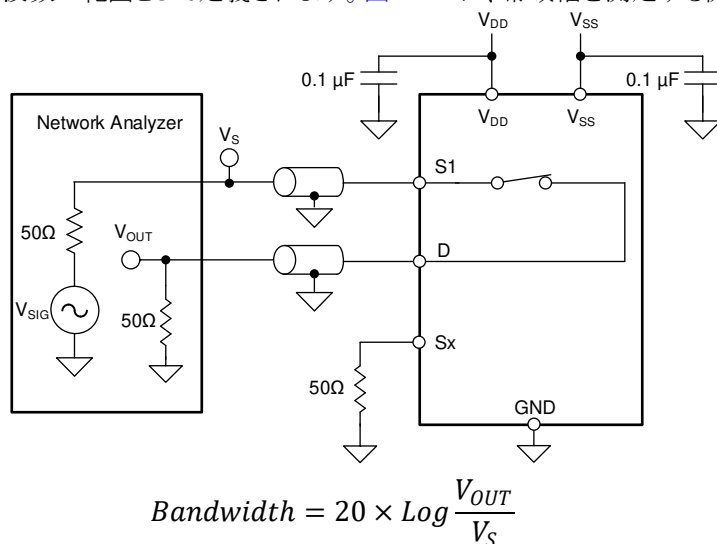

図 7-12. 帯域幅測定時の設定
帯域幅は、入力をオンチャネルのソース ピン (Sx) に印加したときに、デバイスのドレイン ピン (D) で測定される出力の減衰量が、3dB 未満である周波数の範囲として定義されます。図 7-12 に、帯域幅を測定する際の設定を示します。